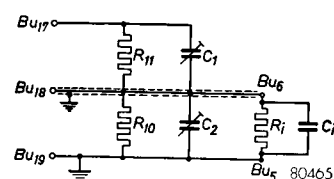

Fig. 1
1. Meetkop (zie fig. 1)
Het principe van de verzwakker blijkt uit fig. 1. C_1 stelt